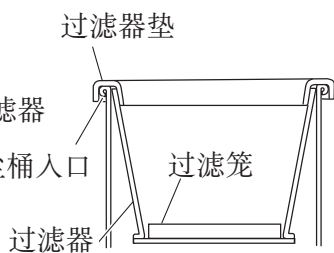

图 18
(3) 检查过滤器垫是否放在集尘桶的入口处。(参照图 18)
(4) 检查过滤笼是否在过滤器的底部。(参照图 18)